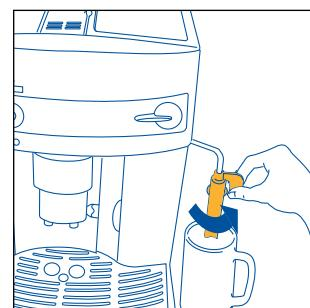
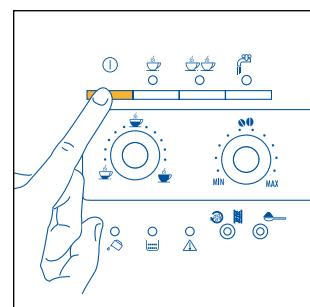
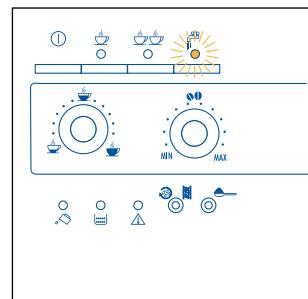

Рис. 3
Рис. 4
Рис. 22
- Передвиньте насадку для взбивания молока наружу и поставьте под него чашку, рис. 3 и включите прибор, нажав кнопку ①, рис. 4.
- Поверните устройство для взбивания молока в направлении от кофеварки, рис. 3.
- Установите емкость под насадку для взбивания молока, рис. 3.
- Под насадку поставьте пустую емкость, рис. 3. Поверните ручку пара до упора на половину оборота против часовой стрелки (индикатор начнет мигать, рис. 22). Несколько секунд сливайте воду, перемешанную с паром пока не пойдет один только пар.